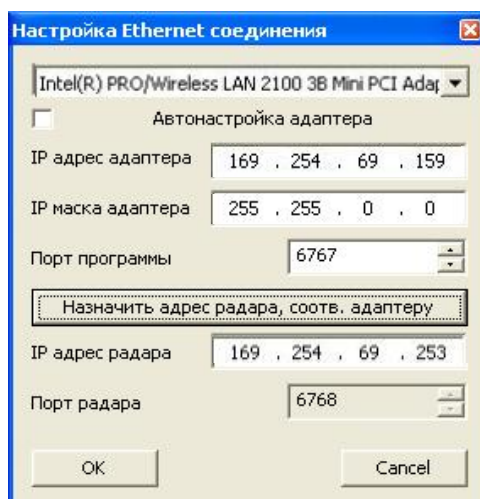

Рисунок 2.2.3. Окно настройки Ethernet соединения
9. В появившемся окне «Настройка Ethernet соединения» (рисунок 2.2.3) выберите сетевой адаптер с названием Wireless, снимите галочку напротив «Автонастройка адаптера» (если она стоит) и нажмите кнопку «Назначить адрес радара, соответствующий адаптеру»;